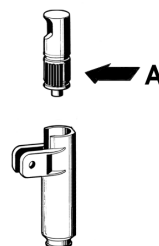

figura 2
**2** Lubricar el pistón del grifo (en la zona A indicada en la Figura 2) utilizando exclusivamente la grasa adecuada para uso alimentario.